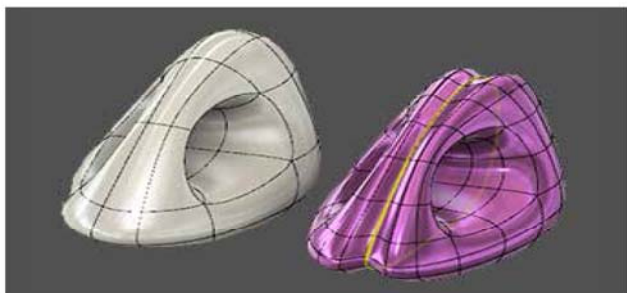

图 2-104
(2) **插入边**：在原始边的指定位置处插入边（见图 2-104）。选择边或双击选择回路。